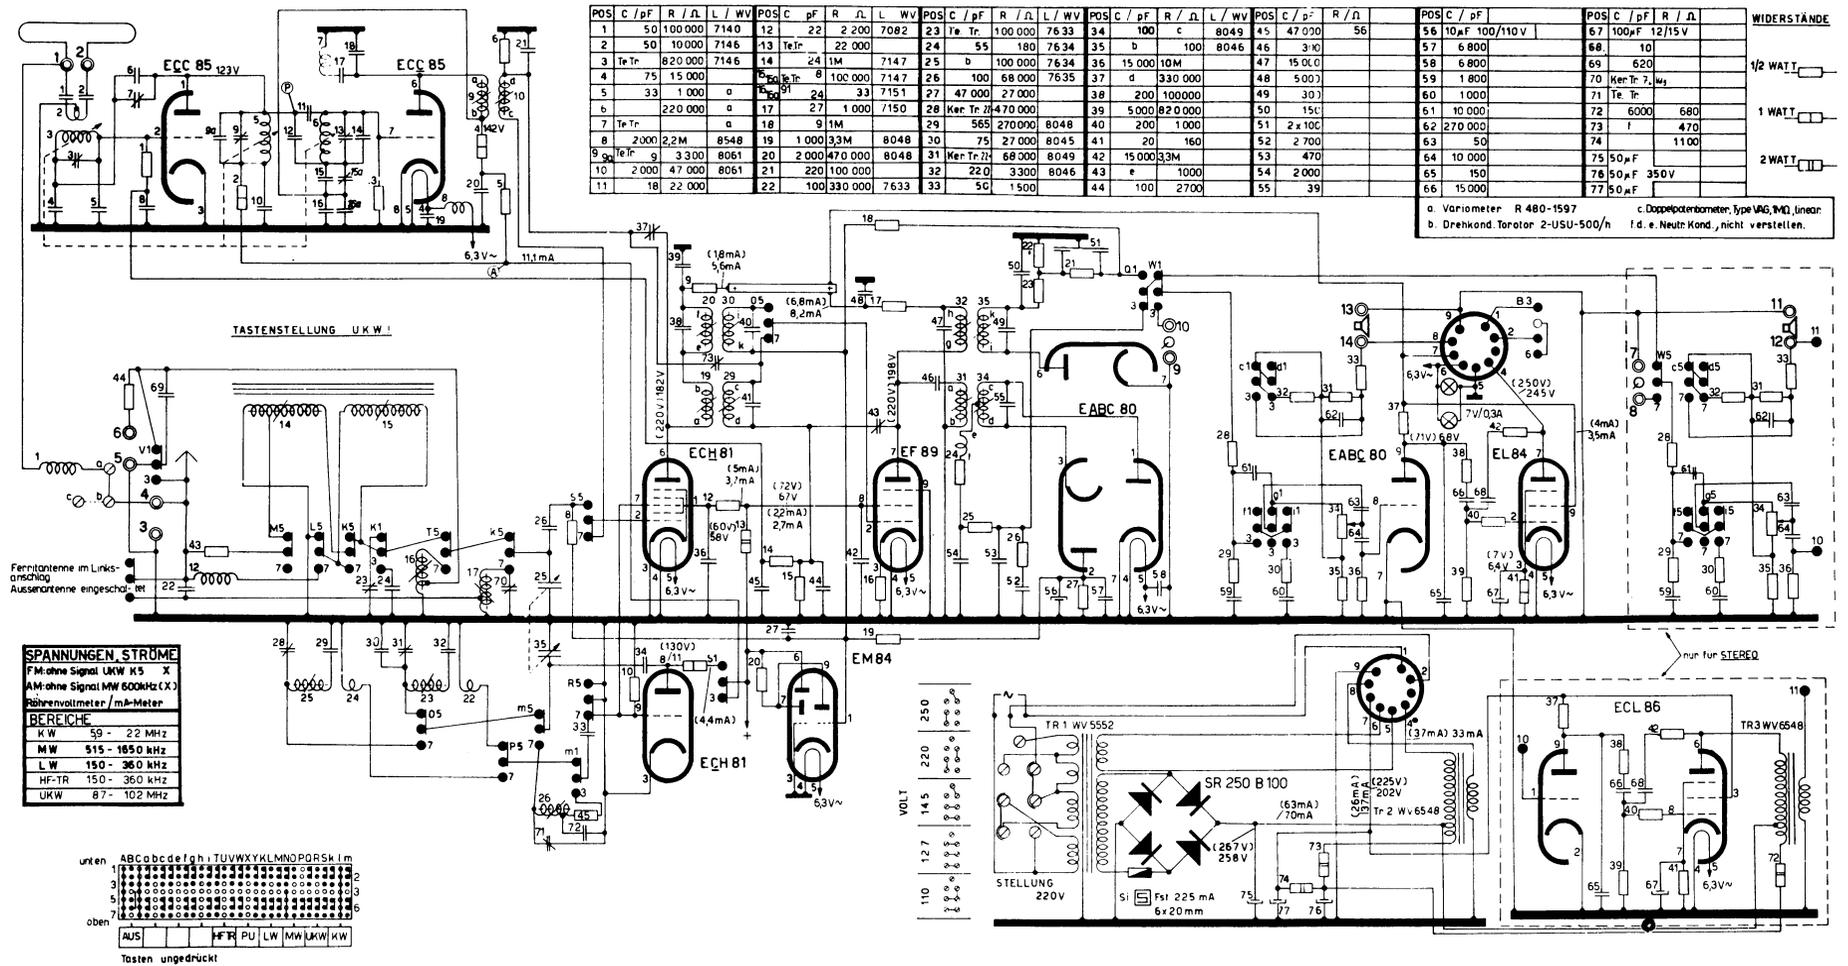

Fig. 13.05. Sondynaempfänger, Prinzipschaltbild.
3. Sondyna-Empfänger mit Stereo-Einbauteil, Fig.13.05, Seite 57
Da auch die monauralen Geräte schon mit Doppelpotentiometern ausgerüstet sind, läßt sich der nachträgliche Einbau des Stereozusatzes sehr einfach bewerkstelligen. Man mag im Schema Fig. 13.05 dieses Spitzen-Rundfunkgerätes die Anschlußbuchsen für ein Tonbandgerät (Diodenausgang) vermissen. Heute besitzen aber alle Sondynageräte einen solchen Anschluß; er wurde lediglich im Schema noch nicht nachgetragen. - Als Vorteil für den Service kann die Trennungsmöglichkeit des Netztes mittels des 9-pol-Steckers gewertet werden.